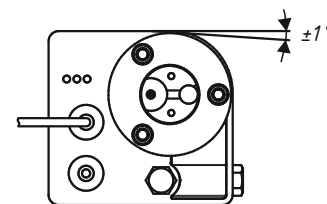

Рис.2. Ориентация датчика для контроля нижнего уровня
- Ориентация датчика для контроля нижнего уровня представлена на рис. 2.